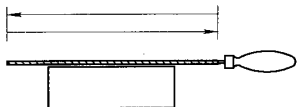

图 4
(1) 粗加工锉削(粗锉) 当加工余量大于0.5mm时,一般选用400~300mm的粗齿、中齿锉刀进行大切削量加工,以去掉工件余量较大部分。
(2) 半精加工锉削(半精锉) 当加工余量介于0.5~0.1mm时,一般选用300~250mm的中齿、细齿锉刀进行小切削量加工,以接近工件的加工尺寸。
(3) 精加工锉削(精锉) 当加工余量小于0.1mm时,一般选用250~150mm的细齿、双细齿锉刀以及整形锉对工件的尺寸精度和形位精度进行修整性加工,以达到相关要求。
(4) 光整锉削 对精锉后的工件表面进行理顺和细化锉纹以及打光加工,一般选用200~100mm的双细齿、油光锉刀以及整形锉进行光整锉削,然后采用砂布以及砂纸进行打光加工,以达到表面粗糙度要求。
(5) 全程锉削 锉刀在推进时,其行程的长度基本接近锉刀面长度。一般用于粗锉和半精锉(如图4所示)。